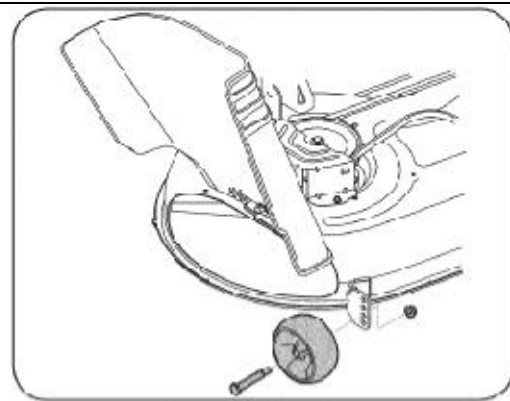

Рис. 8
2. Установите колесо на выбранную высоту, как описано ранее. См. Рис. 8